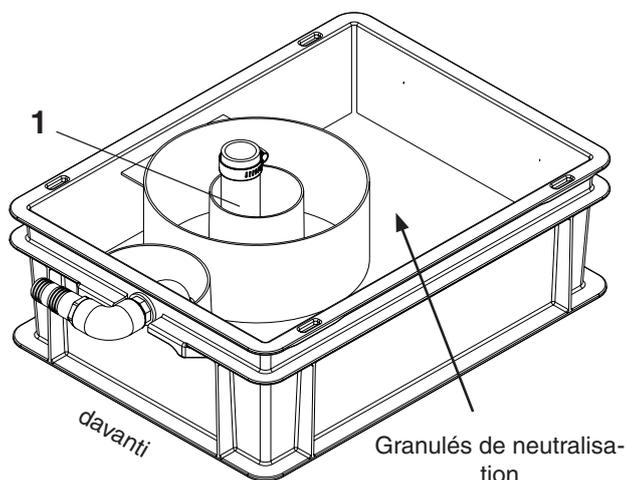
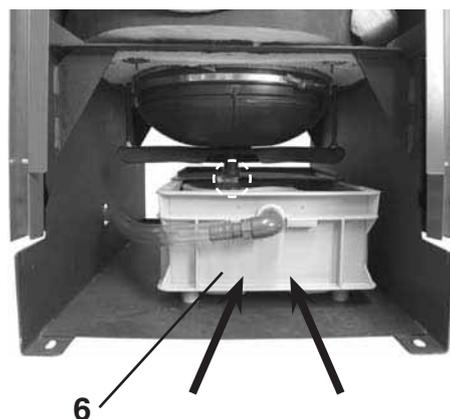

Fig. 15
Fig. 18
6. Spingere il box di neutralizzazione (6, fig. 18) nella caldaia finché il tubo del sifone (1, fig. 15) viene a trovarsi esattamente sotto il bocchettone di scarico.